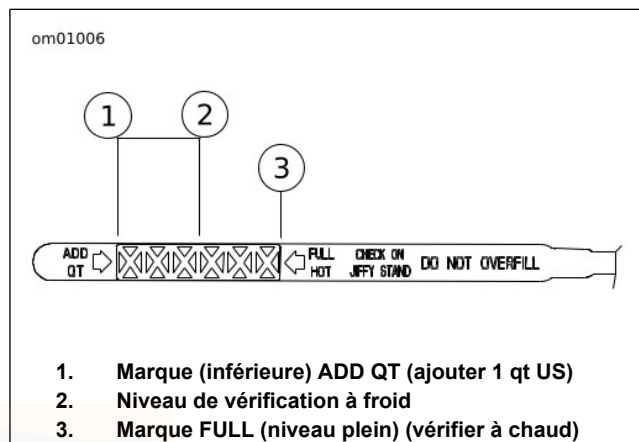
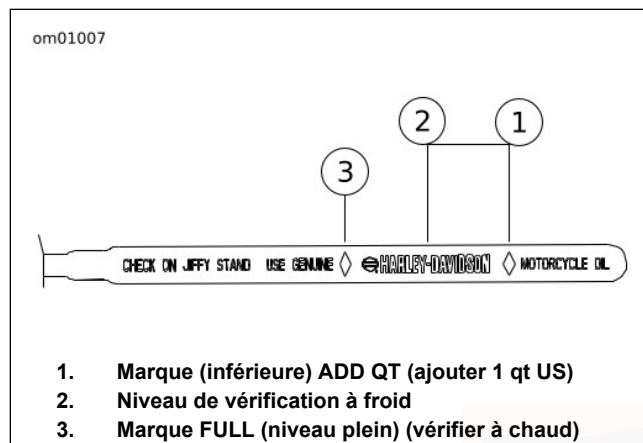

Figure 46. Jauge de l'huile moteur
Figure 47. Jauge d'huile moteur (side-car utilisé)
3. Voir Figure 46. Retirer la jauge et vérifier le niveau d'huile. Le niveau d'huile correct doit se trouver entre les deux repères de la jauge. Si le side-car est connecté, vérifier le niveau d'huile en utilisant le côté opposé de la jauge comme indiqué à la Figure 47.
4. Voir Figure 46. Retirer la jauge et noter le niveau d'huile. Si le side-car est connecté, vérifier le niveau d'huile en utilisant le côté opposé de la jauge comme indiqué à la Figure 47. Ajouter suffisamment d'huile pour que le niveau atteigne le repère plein (FULL). Ne pas trop remplir le réservoir.
- La jauge d'huile moteur possède des repères différents sur ses deux côtés. La Figure 46 montre le niveau d'huile moteur lorsque la moto repose sur sa béquille latérale. La Figure 47 montre le niveau d'huile moteur avec un side-car connecté (moto droite).
- Pour vérifier le niveau à froid, ne pas dépasser le point médian (2) lorsqu'on remplit d'huile.